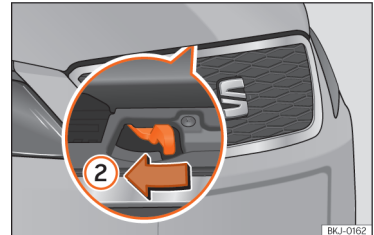

Abb. 170 Hebel unter der Motorraumklappe.
- Um die Frontklappe zu öffnen, drücken Sie den unterhalb der Frontklappe mittig vorgesehenen Hebel mit der Hand nach links >>> **(Abb. 170) ②**. Die Fanghaken werden entriegelt.